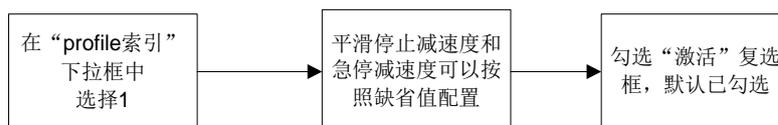

图 4-34 闭环模式下 profile 配置流程
- (7) 切换至'profile'页,如图 4-34 所示。